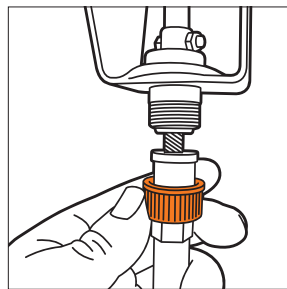

Рис. 13
- Соедините вторую сторону гибкого вала с рычагом поворота желоба, расположенном снизу панели оператора, зафиксируйте соединительной гайкой (Рис. 13).